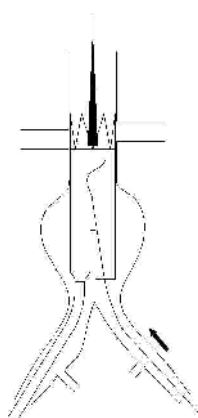

Рис. 9. Введение еще одного проводника
- Вставить другой проводник через другую сторону бедренной артерии в короткую ветвь установленного стент-графта AAA (Рис. 9).